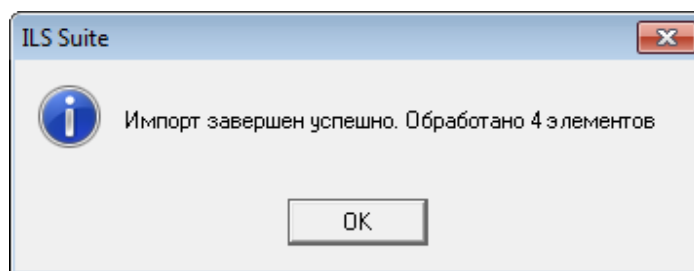

Рис. 13-499 – Информационное сообщение о завершении импорта
– В случае если соответствие между колонками в обменном файле и полями БД не удалось установить автоматически, задайте его вручную. Для этого раскрыть список полей БД, нажав кнопку в правой части ячейки в строке «Поле БД», и выбрать нужное значение (рис. 13-499).